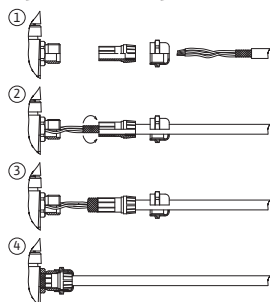

Fig. 27: Support de blindage
Le blindage est relié au passe-câble au niveau du module électronique. Voir Fig. 27.
Le blindage des câbles de l'entrée numérique, des entrées analogiques et de la communication bus doit recouvrir les passe-câbles à vis métalliques de la traversée de câble (Fig. 19, pos. 4, 5 et 6). Blindage voir Fig. 27.